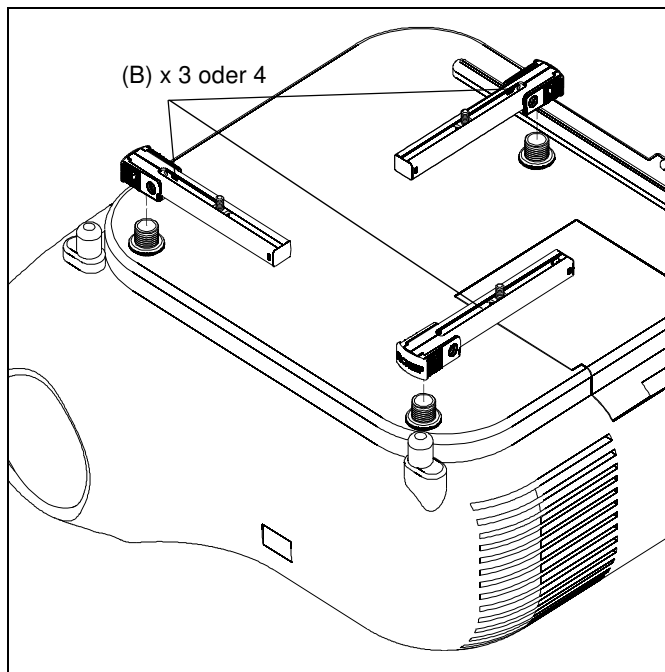

Abb. 4
4. Platzieren Sie die SLBU/SLMU-Beine (B) über den Schraubadaptern mit den Höheneinstellmuttern. (See Figure 4)